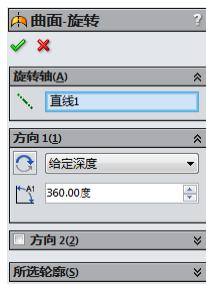

图 6-84 “曲面-旋转”属性管理器
**08** 旋转曲面。在菜单栏中选择“插入” $\rightarrow$ “曲面” $\rightarrow$ “旋转曲面”命令，或者单击“曲面”工具栏中的“旋转曲面”图标按钮 $\text{S}$ ，此时系统弹出如图 6-84 所示的“曲面-旋转”属性管理器。在“旋转轴”一栏中，选择图 6-83 中的竖直中心线，其他设置参考图 6-84。单击属性管理器中的“确定”图标按钮 $\checkmark$ ，完成曲面旋转。